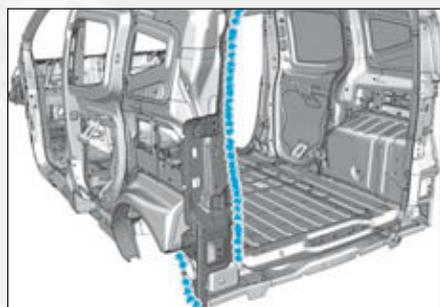

FIG.193
- Dépointer les points de soudures du logement de feu arrière (Fig.193).